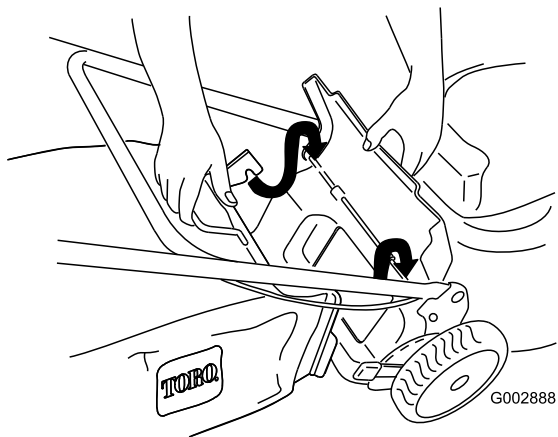

Figure 23
3. Montez le bac sur la tige du volet (Figure 23).